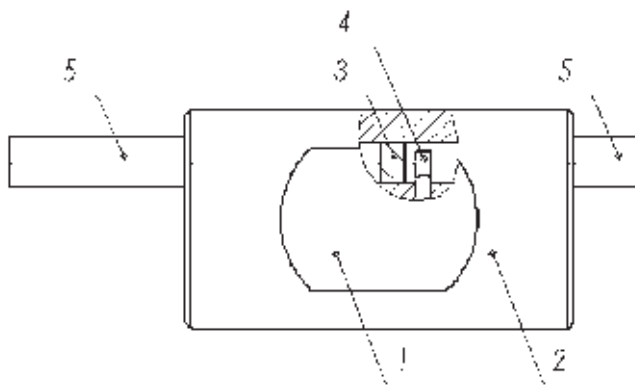

Рисунок 1. Устройство расходомера
Скважинный преобразователь (см. рисунок 1) состоит из корпуса (2), электронного блока (1), прямых участков (5) и проточной части. Проточная часть представляет собой цилиндрическое отверстие, в поперечном сечении которого установлено тело обтекания (3). За телом обтекания расположен чувствительный элемент (4) (сенсор).